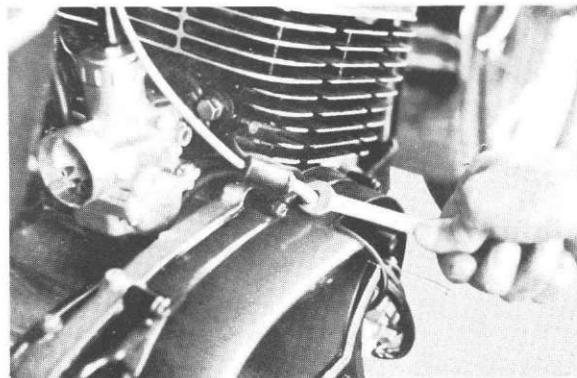

Fig. 4-1-17
14. Detach Autolube cable from pump and then remove the pump cable. (Fig. 4-1-17)
14. Débranchez le câble de pompe de l'Autolube, puis retirez le câble. (Fig. 4-1-17)
14. Seil von der Autolube-Pumpe abnehmen und dann das Pumpenseil entfernen. (Abb. 4-1-17)